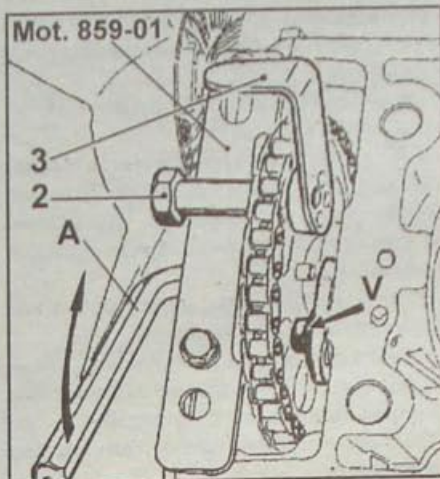

Рис. 2.19. Установка приспособления Mot. 589 для удержания цепи в натянутом состоянии:
- Установите на звездочку распределительного вала болт (2, рис. 2.19) и приспособление (3), пропустив болт через отверстие в шестерне.
- Отверните болт крепления (V) осевого упора распределительного вала, выньте упор из гнезда и сдвиньте распределительный вал.